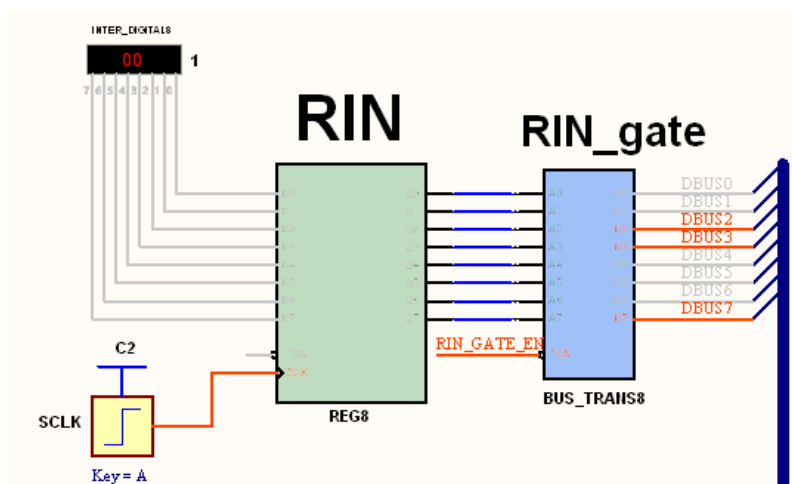

图 2-4：启动仿真后的寄存器 RIN
5. 在寄存器窗口中选 RIN，双击鼠标左键，可快速定位到寄存器在原理图中的位置。可以查看 RIN 此时的状态，如图 2-4 所示。RIN 的输入均为低电平，显示为灰色，输出无效，显示为蓝色。